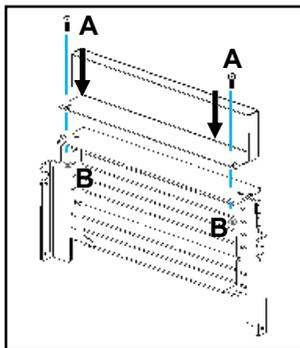

Figura 36– L'unione griglia anteriore con il colpo in alto
d) Olive in attrezzature; prima di fissare la griglia anteriore nella macchina, è necessario unire la parte superiore del tiro con la griglia facendo corrispondere i fori della griglia con i fori di ripresa (Figura 36) e unirli con due viti A (DIN 912 M5x12) e due dadi B (M5 dadi DIN 6923).